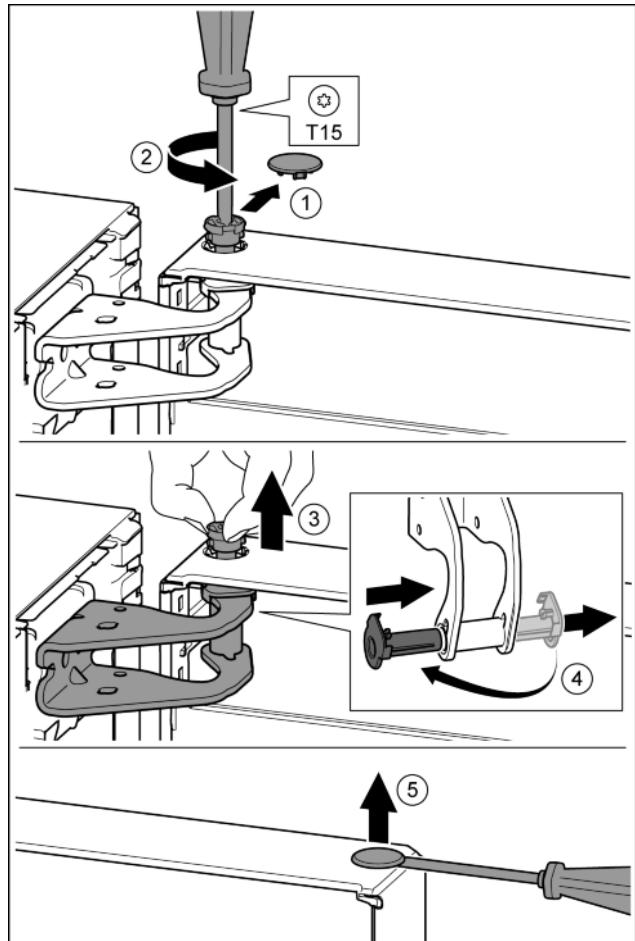

Fig. 11
- Oprezno skinite sigurnosni pokrov. Fig. 11 (1)
- Odvijačem T15 malo odvijte svornjak. Fig. 11 (2)
- Čvrsto držite vrata i prstima izvucite svornjak. Fig. 11 (3)
- Izvucite čahuru ležaja iz vodilice. Umetnute s druge strane i pustite da uskoči. Fig. 11 (4)
- Odvijačem s ravnom glavom oprezno podignite čep iz čahure ležaja vrata i izvucite ga. Fig. 11 (5)